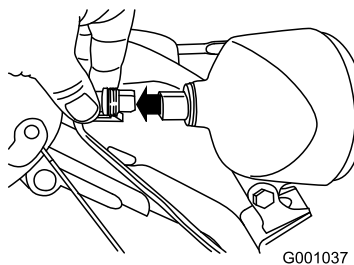

Рисунок 53
1. Снимите соединитель с тыльной части фары (Рисунок 53).